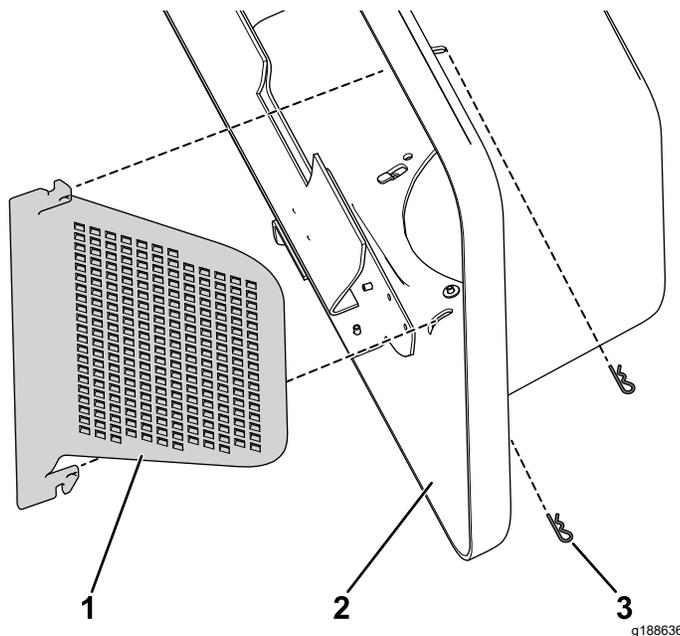

Figura 18
- Utilice 2 clavijas para sujetar la rejilla de hierba al capó (Figura 18).